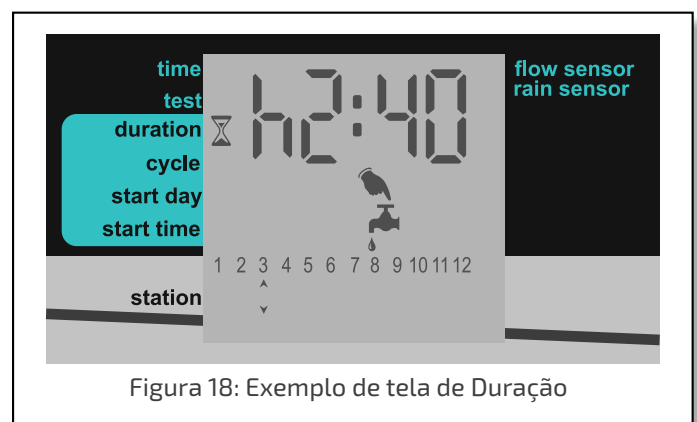

Figura 18: Exemplo de tela de Duração
3. Pressione **+** e **-** para estabelecer a duração da irrigação para a estação selecionada. Na Figura 18, a duração estabelecida é de 2 horas e 40 minutos para a estação 3. Uma duração de 0:00 estabelece que a estação nunca abra suas válvulas (pois a sequência para, imediatamente, para a próxima estação).